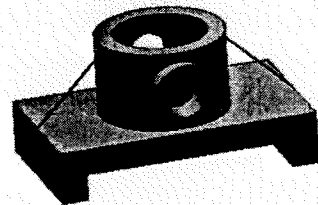
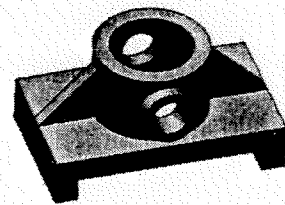

图12
图13
15. 图12所示立体的两侧各作出了一条草图直线, 这时用加强筋命令能否创建出如图13所示的两个三角形肋板?